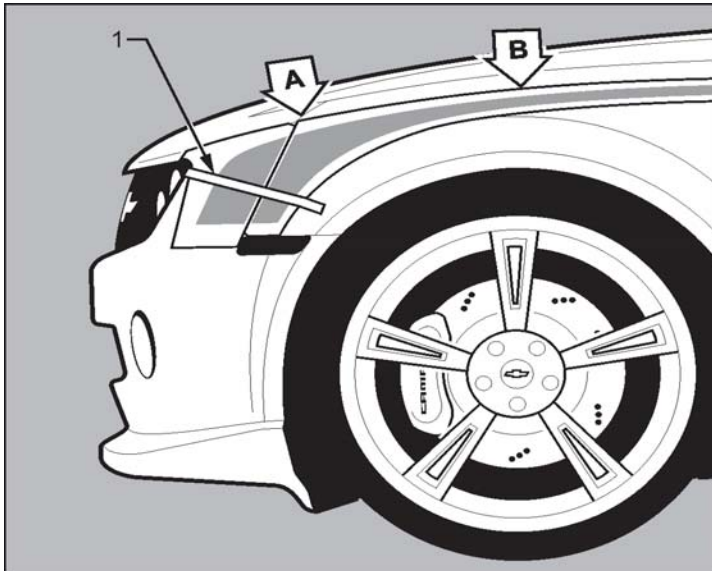

FIGURE 1
1. Mettre la rayure d'aile avant en position au centre de l'encoche entre le carénage et les rebords de panneau d'aile avant. S'assurer que la décalcomanie suive le contour du rebord supérieur de l'aile. Appliquer du ruban-cache en travers de la décalcomanie, tel qu'illustré à la Figure 1.